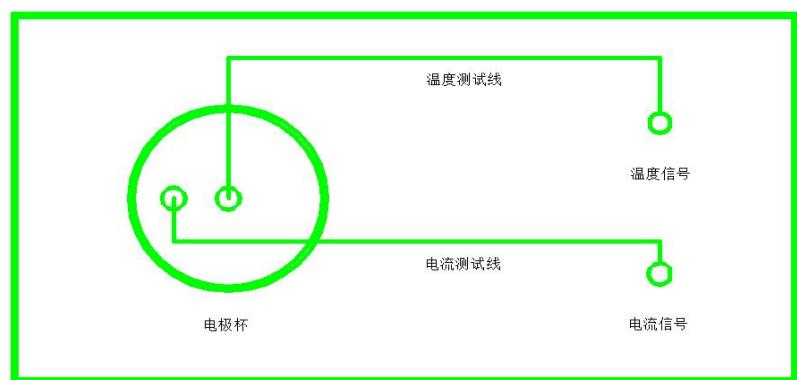

图 2
1、**装配：**按 GB5654 要求，将清洗干净的电极杯安装到测试面板电极杯位置，将测试线如图 2 连接好。